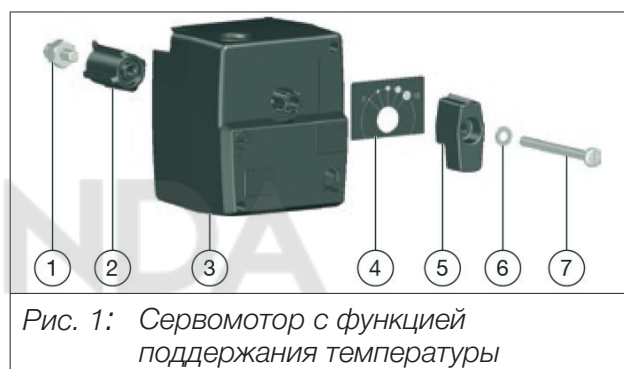
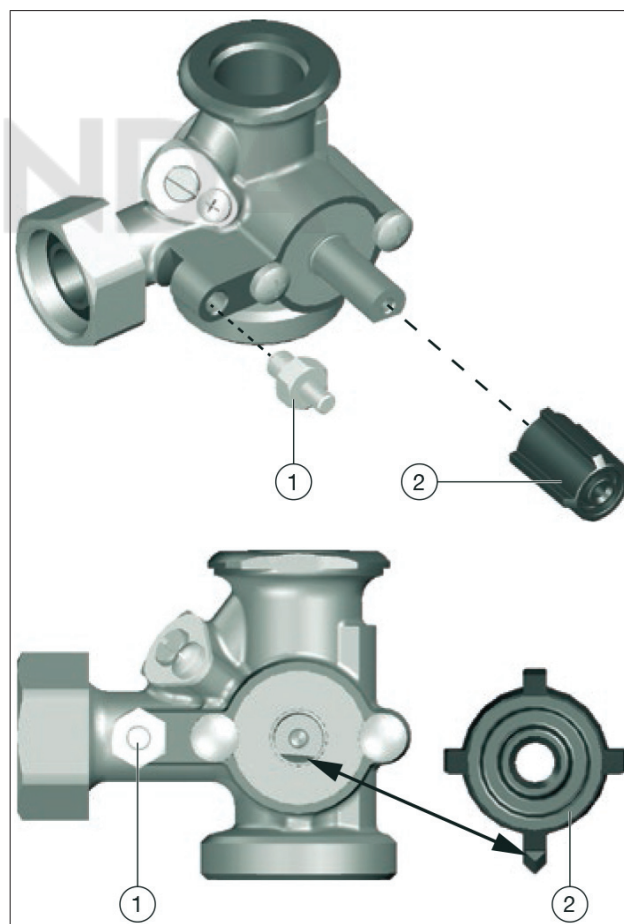

Рис. 1: Сервомотор с функцией поддержания температуры
Рис. 3: Установка
1. Проверьте положение вентильной вставки смесителя. Ее плоская сторона должна указывать вниз и быть выровнена по горизонтали (см. рис. 3 на стр. 9).
2. Прилагаемый к сервомотору адаптер (поз. 2, рис. 1 на стр. 7) надеть на вентильную вставку смесителя. Убедитесь, что заострение ребра адаптера направлено вниз (см. рис. 3 на стр. 9).
3. Стопор вращения (поз. 1, рис. 1 на стр. 7) закрутить на корпусе смесителя (см. рис. 3 на стр. 9).
5. Смонтировать указатель направления вращения, поворотную рукоятку, стопорную шайбу и винт (поз. 4, 5, 6 и 7 рис. 1 на стр. 7) (см. рис. 5 на стр. 10).